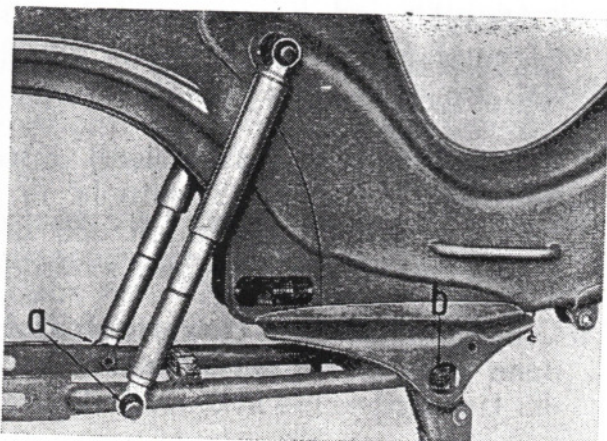

Abb. 79 Befestigung des hinteren Schwingarmes VI/57/858
3. Beide Federbein-Befestigungsschrauben (siehe Abb. 79) (Sechskantschraube M 8×50) herausdrehen. Auf Federbein achten!